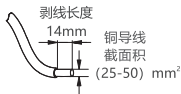

图5 NB8-125接线方式
5.4 适用于铜导线连接，导线选择见表4，接线方式及剥线长度示意如下图5。